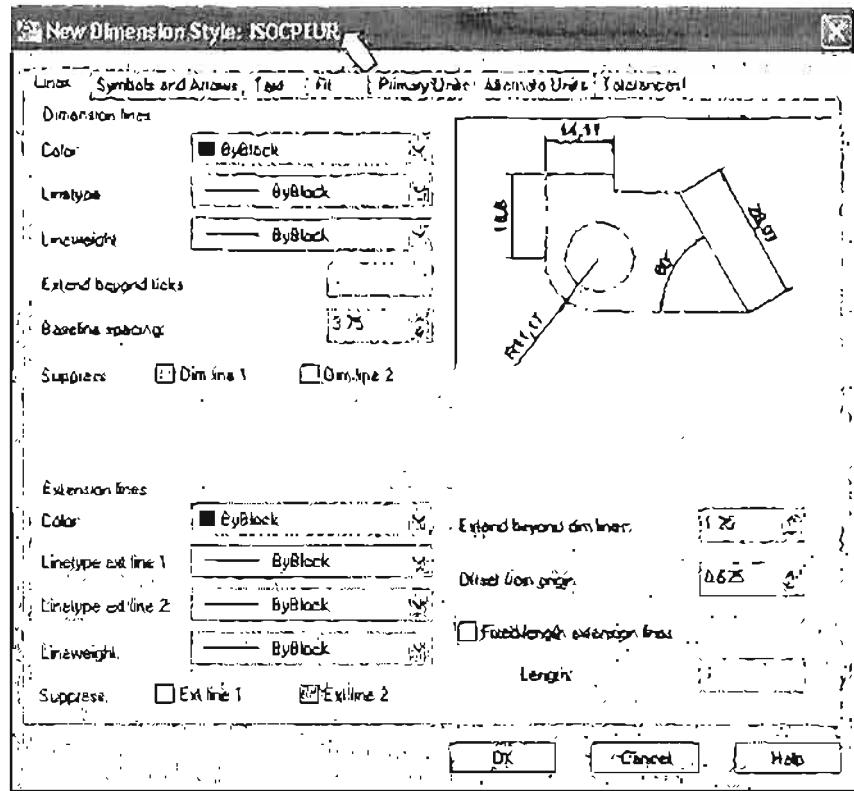

Рис. 3.14. Диалоговое окно New Dimension Style из вкладки Lines
4. Щелкните мышью на кнопке **Continue (Далее)** для продолжения создания нового размерного стиля. Появится диалоговое окно New Dimension Style (Создание нового размерного стиля), имеющее семь вкладок (рис. 3.14):